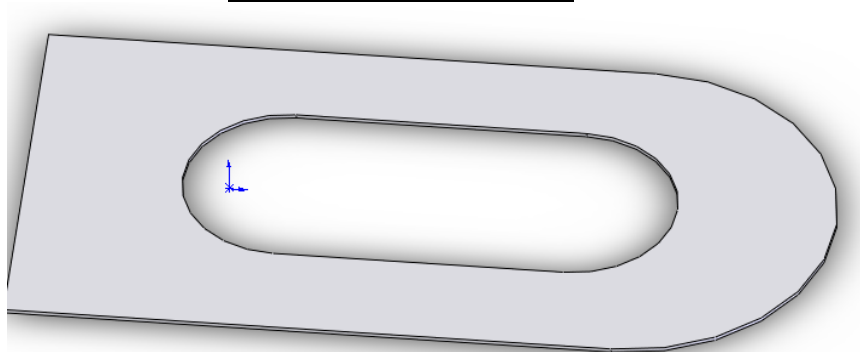

Рис. 3.2.1 Тонкостінний кронштейн
1. Нехай у нас є створена модель кронштейна, зображена на рис. 3.2.1. Товщина кронштейну – не більше 1 мм!!!